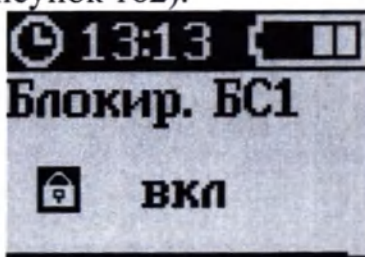

Рисунок 162 – Экран «БЛОКИР. БС1»
7. Нажать кнопку «ОК» (рисунок 162).